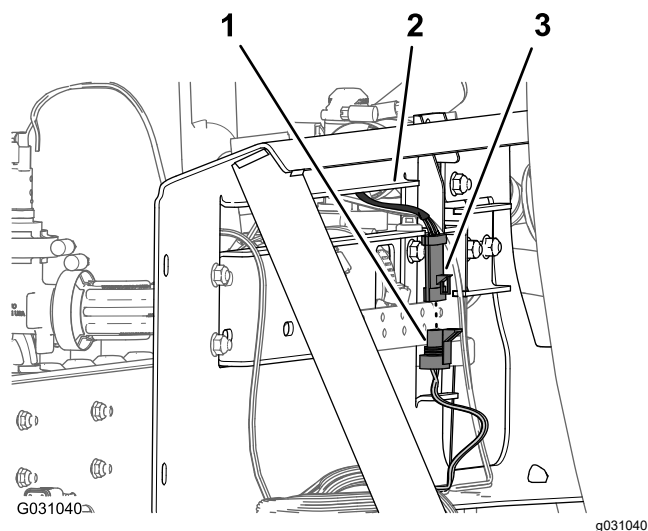

Рисунок 103
6. Подсоедините 3-штыревой разъем жгута проводов клапана перемешивания к 3-гнездовому разъему с маркировкой **Agitation Valve** (Клапан перемешивания) (Рисунок 103) ответвления жгута проводов длиной 203 см.